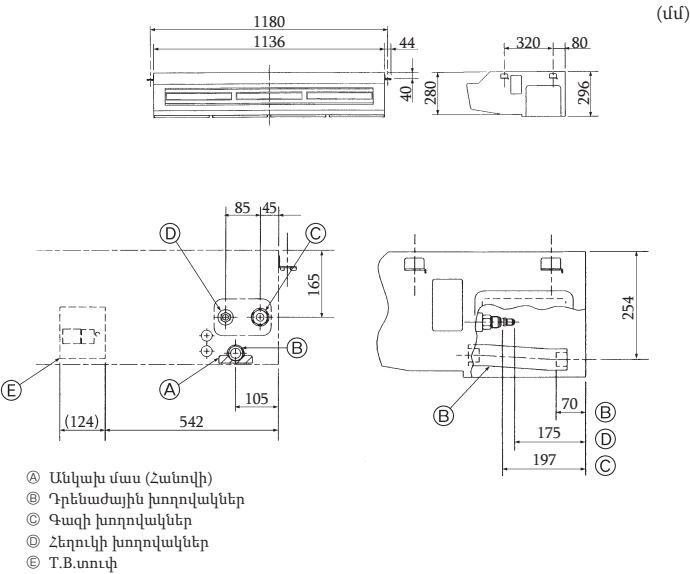

Fig. 3-2
①	Տափօղակ	4 հատ + 4 հատ (մեկուսացումով)
②	Խողովակի կափարիչ	1 հատ Մեծ չափ (գազի խողովակի համար)
③	Խողովակի կափարիչ	1 հատ Փոքր չափ (հեղուկի խողովակի համար)
④	Ժապավեն	4 հատ
⑤	Դրենաժային ճկափող	1 հատ
⑥	Ժապավեն	2 հատ
⑦	Դրենաժային խողովակների կափարիչ	1 հատ
⑧	Ֆիլտրի տարր	12 հատ
3.2. Տեղադրման նախապատրաստում (Fig. 3-2)